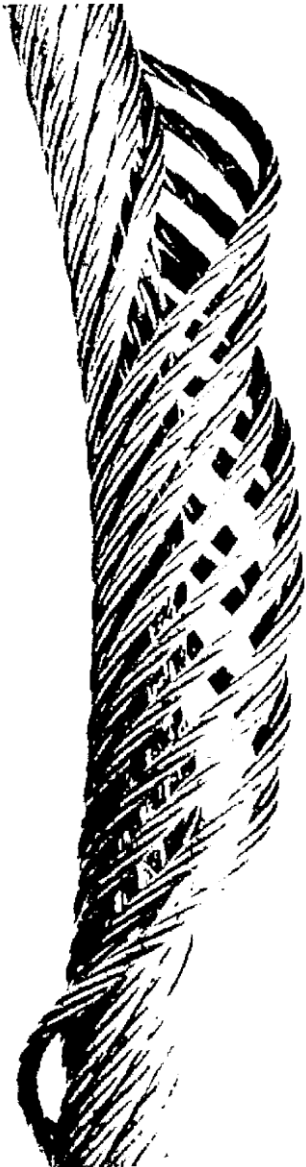

Abb. 2 - Tonnenförmige Verzerrung eines Seils mit vielen Kardeelen. Bedingung, die den sofortigen Austausch erfordert.
*Tonnenförmige Verzerrung (Siehe Abb. 2 im Punkt 1.4.1.7).*